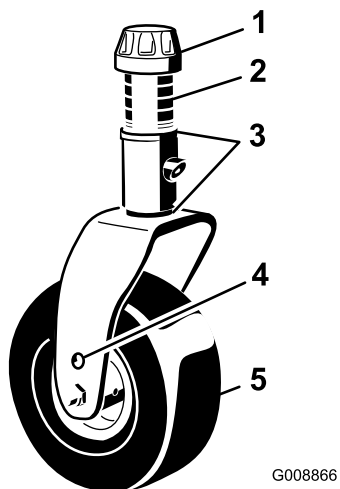

Figura 18
5. Retire el casquillo tensor del eje y deslice el eje fuera del brazo de la rueda giratoria (Figura 18).